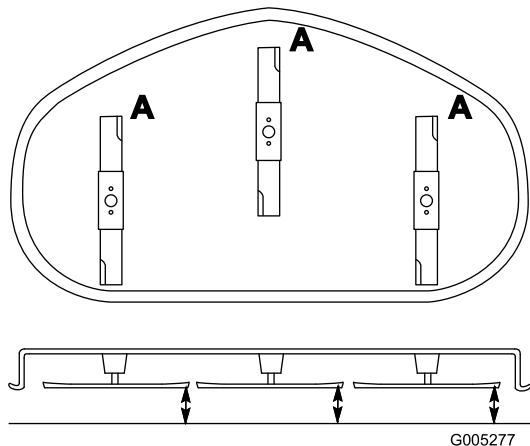

Bild 39
2. Drehen Sie die Schnittmesser, bis die Enden nach vorne und hinten gerichtet sind (Bild 39). Messen Sie von einer ebenen Fläche bis zu den Schnittkante (Position **A**) der Messer (Bild 39). Notieren Sie diesen Wert.